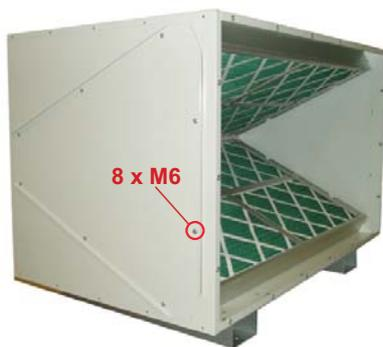

Figura 6.5
1. Desenrosque los tornillos de una de las cubiertas (consulte la *Figura 6.5*). Quite cuidadosamente la cubierta de la caja de filtro sin dañar la junta.